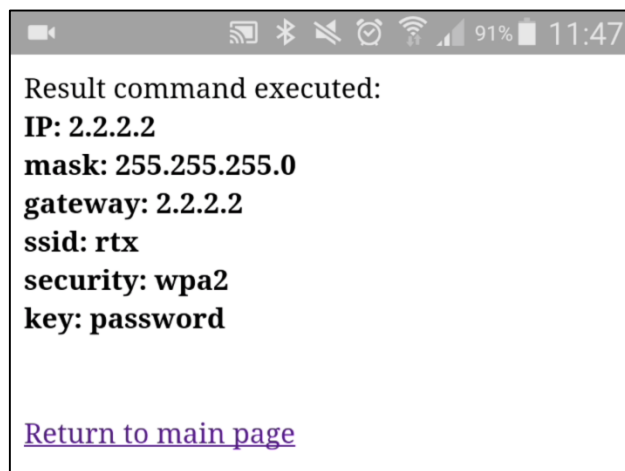

Figura 42: Consulta configuració WiFi
- 4) Check apconfig (rtx): De nou es mostrarà aquesta opció per veure si el set apconfig ha funcionat correctament. Com es veu en la Figura 42, el canvi ha sigut correcte.